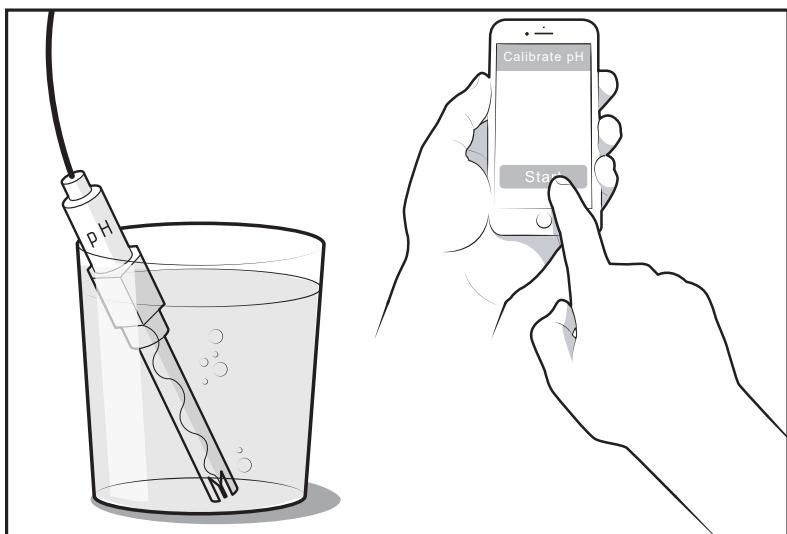

Figure 10. Immerger le capteur dans l'échantillon d'eau
9. Immergez le capteur dans le récipient contenant l'échantillon d'eau mesuré. Démarrer l'étalonnage à l'aide de l'application iAquaLink ou sur le contrôleur OneTouch (AquaLink® RS uniquement), accédez à : MENU / AIDE > CONFIGURATION DU SYSTÈME > TRUSENSE, se reporter la Figure 10.